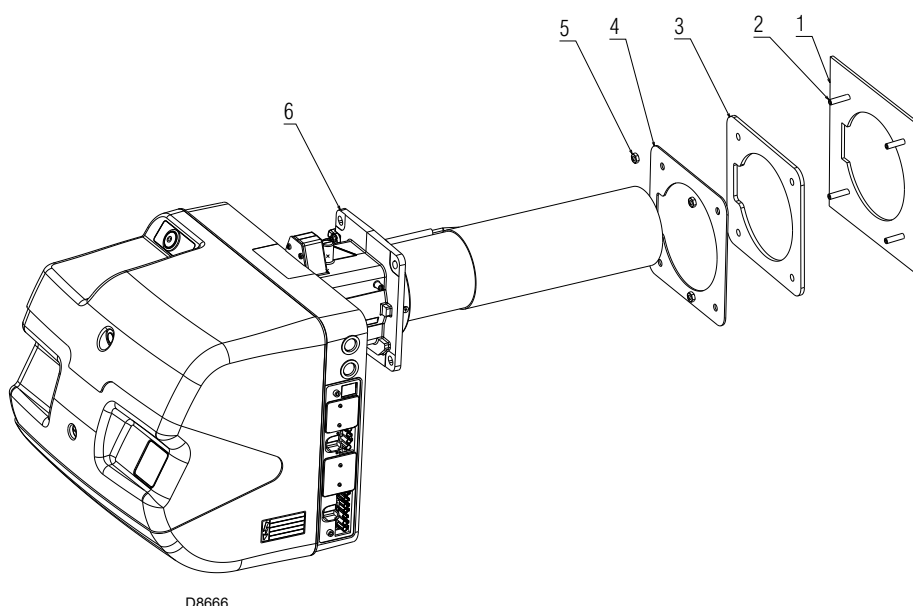

Fig. 19
- Visser les goujons 2)(Fig. 19) à la plaque 1).
- Fixer la bride du brûleur (Fig. 19) à la plaque de la chaudière et visser les écrous 5)(Fig. 19).